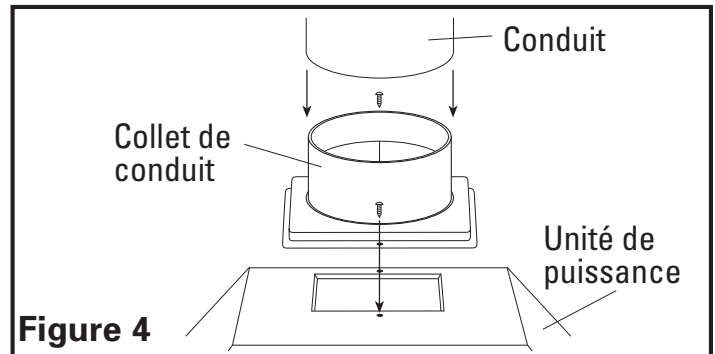

Figure 4
- Installez le collet de conduit sur la hotte avec les deux vis #6 à tête époincée (**Figure 4**).
- Quand il y a accès au dessus de l'unité, reliez la canalisation au collier de conduit et fixez-la en place en utilisant un ruban adhésif pour sceller tous les joints (**Figure 4**).